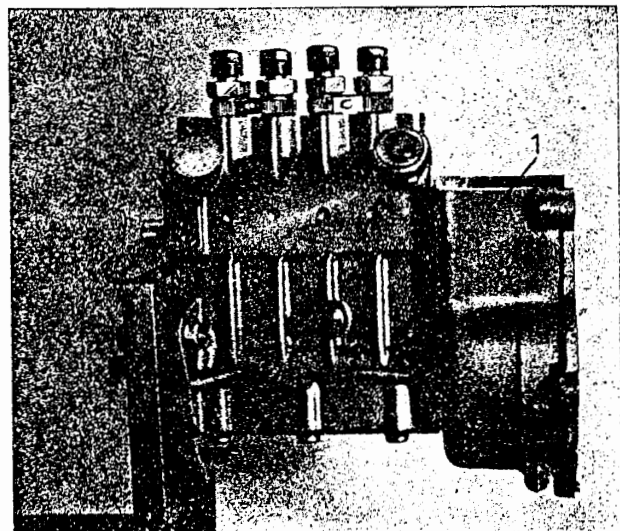

Bild M 140. Reglergehäuse
- Bei der Demontage des Reglers sollte das Reglergehäuse – Anschließteil zunächst erst einmal für die weitere Einspritzpumpen-Demontage angeschraubt bleiben (Bild M 140).